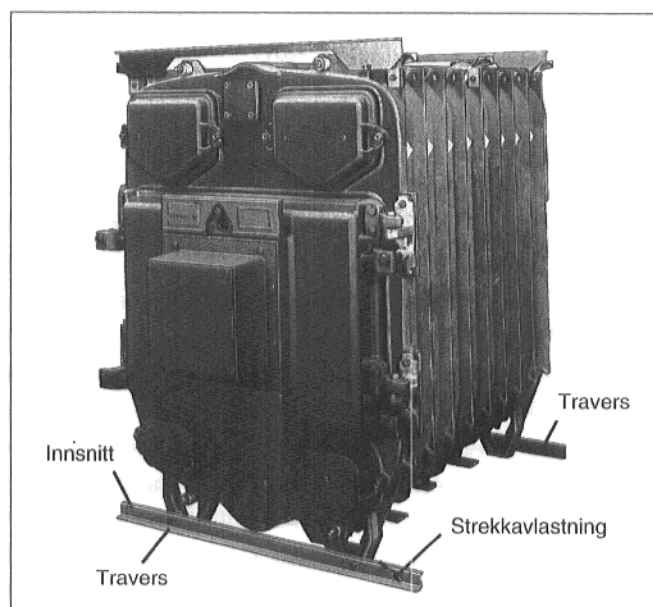

Fig. 36
- Skru traversene på nede på elementføttene foran (med strekkavlastning for brennerkabelen) og bak med skruene M 8 x 16. På fremre travers må den lange delen til Z-profilen peke fremover og innsnittet til den kortere delen peke oppover. Kanten til bakre travers må peke bakover (fig. 36).